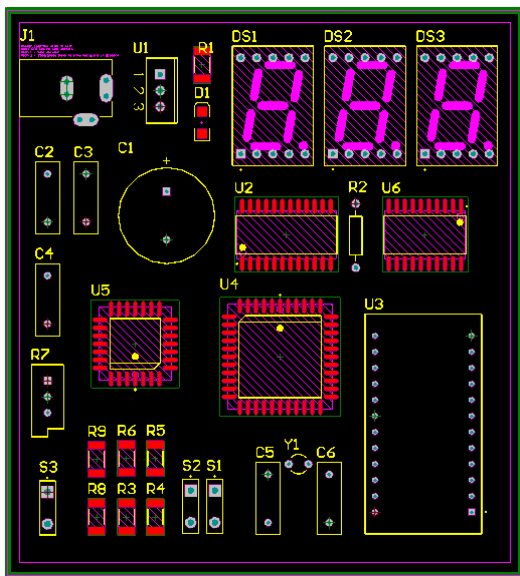
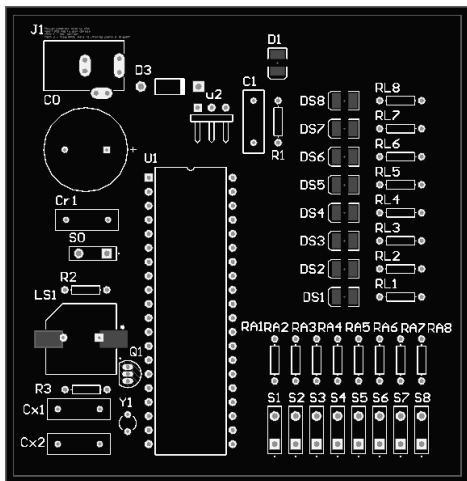

图 13-23 元件布局
图 13-24 实践题 (3)
(3) 在原理图中选中 Power 电源电路的电源插座 J1，PCB 中对应的 J1 会被选中，移动光标到 PCB 编辑窗口单击，拖动 J1 到电路板区域的边缘放置。
(4) 依次在原理图中选中 Power 单元模块的其他元件（可以按下 Shift 键一次选中多个元件），将这些元件移动到电路板区域的合适位置放置。如果元件变为绿色，通常是因为元件间距太小，违反了设计规则。在放置过程中，按下 Space 键可以旋转元件方向，按下 X 和 Y 键可以镜像放置元件。如果需要非 90° 的旋转步长，可以在首选项对话框(DXP >> Preferences)中的 PCB Editor→General 配置页进行修改，也可以直接在元件属性对话框中修改其摆放角度。注意，连接到 VCC 和 GND 的通孔引脚焊盘之间并没有预拉线，而且焊盘中间有红色或者绿色的十字线，这表示焊盘连接到内部平面层，并通过该层实现互连。放大焊盘，可以看到其所属的网络。
(5) 按照同样的方法，依次放置 MCU 模块中的 P89C52X2FA 及其周边元件，Measurement 模块中的 ADC0809FN 及其周边元件，Display 模块中的 MAX7219CWG 及其周边元件，如图 13-23 所示。
(6) 放好元件后，需要对元件位置进行细调，同时需要对齐某些元件。例如，对齐三个数码管 DS1~DS3。选中这三个数码管，按下快捷键 A+T，使它们顶部对齐，再按下快捷键 A+D，使它们间距相等。
(7) 调整丝印层字符的摆放角度，字符串放置尽量方向一致，方便查看。字符串不要与焊盘接触。可以直接拖动字符串到合适的位置。拖动字符串时按下 Space 键旋转，按下 X 和 Y 键镜像放置。如有必要，单击并旋转放置好的字符串至合适角度，也可以双击字符串打开其属性对话框，
(8) 放置好的 PCB 布局所占的面积可能与电路板的面积存在较大差异, 由于本例中对于电路板尺寸没有严格规定, 因此可以移动电路板以及禁止布线区域的边界线进行板形与禁止布线区域的调整。
(9) 最终调整好的 PCB 布局如图 13-23 所示。
- (1) 重做本章的例 13-4, 读者也可以设计与图 13-23 不同的布局。
- (2) 新建一个空白的 PCB 文档, 在其中练习放置焊盘、过孔、圆弧、矩形填充、坐标、实心区域和字符串, 并尝试修改其属性, 观察结果。
- (3) 打开第 11 章实践题 (3) 中的 Chap-11-3.PrjPCB 工程, 将 PCB 中的元件进行布局。图 13-24 可以作为参考, 但读者完全可以设计不同的布局。